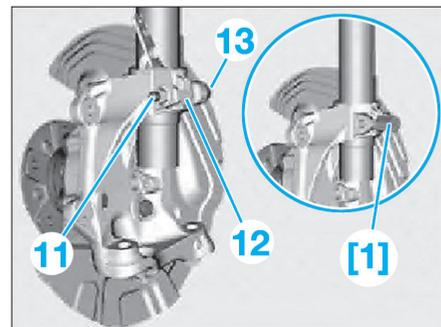

Fig. 11
- Déposer l'écrou (11) et enlever le support (12) (Fig.11).
- Extraire la vis (13) par l'avant.
- Ecarter le pivot avec l'outil [1], le centrer par rapport aux pions de positionnement à l'arrière de la jambe de suspension et le resserrer (Fig.11).